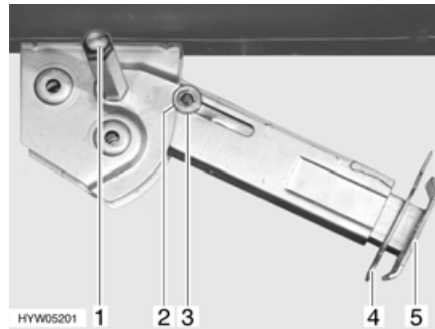

Bild 25 Hubstütze
- Am Sechskant (Bild 25,1) den Steckschlüssel aufstecken und drehen, bis die Hubstütze senkrecht nach unten steht.
- Splint (Bild 25,4) aus der Stützfußverlängerung (Bild 25,5) herausziehen.
- Am Sechskant (Bild 25,1) den Steckschlüssel aufstecken und drehen, bis die Hubstütze wieder vom Boden frei ist.
- Stützfußverlängerung (Bild 25,5) ganz einschieben und Splint (Bild 25,4) in die vorgesehene Bohrung an der Stützfußverlängerung stecken.
- Mit Steckschlüssel am Sechskant (Bild 25,1) drehen, bis Hubstütze nach oben geschwenkt und die Führungsscheibe (Bild 25,3) vollständig in die Kerbe (Bild 25,2) eingefahren ist.